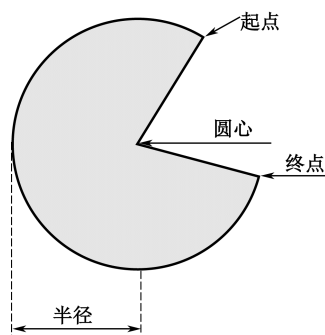

图 2.4.10 馅饼图
(10) : 该工具是用来绘制馅饼图, 如图 2.4.10 所示。单击该工具按钮后, 移动到图纸中